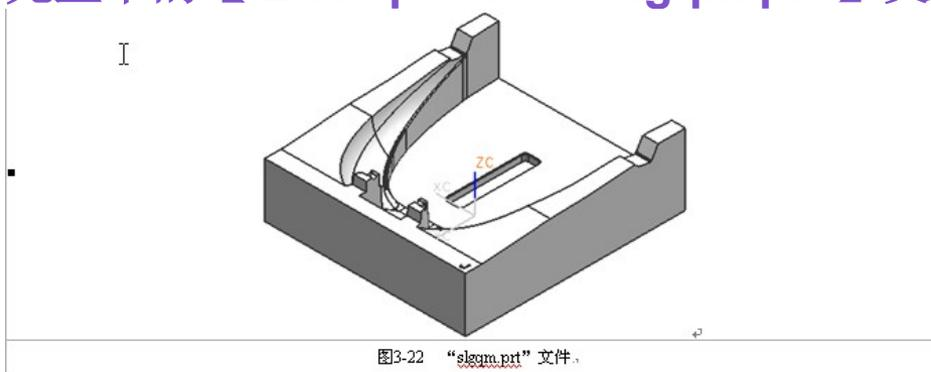

图3-22 “slgqm.prt”文件。
- 打开光盘中的 [Example\Ch03\slgqm.prt] 文件，如图 3-22 所示。